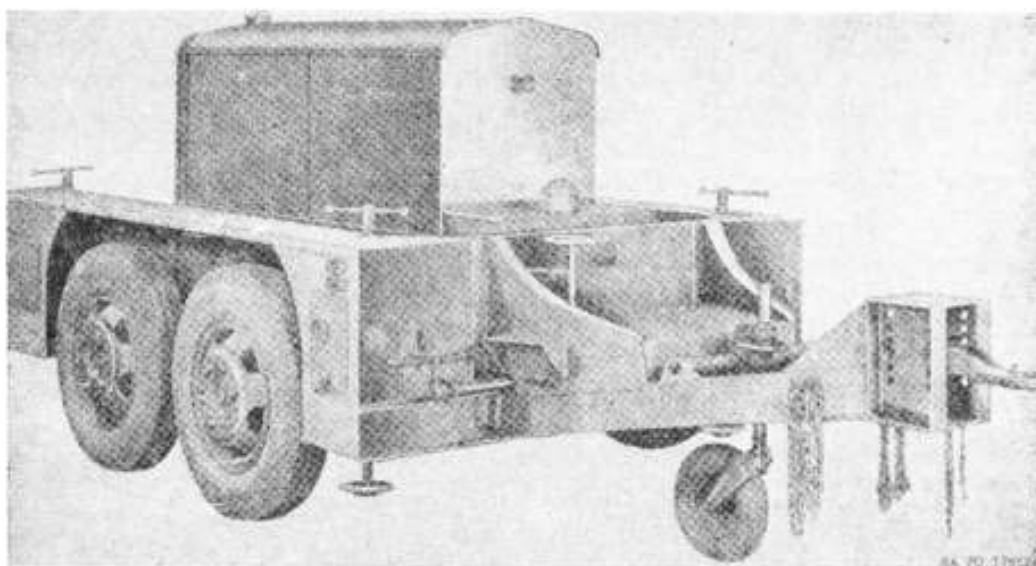

Fig. 1. --- Vue trois-quarts avant de la remorque M7 avec groupe électrogène (BRILL).
- a) Ce manuel contient les instructions nécessaires à la mise en œuvre et à la maintenance organique, à l'échelon utilisateur, des remorques M13, M14 et M22 (américaines et belges) pour calculateurs de tir et appareils de poursuite optique et des remorques M7 (américaines et belges) et M18 pour groupe électrogène (fig. 1 à 9-2). Il contient également les instructions nécessaires au personnel de maintenance d'ordonnance pour exécuter les travaux de maintenance de campagne et de dépôt.